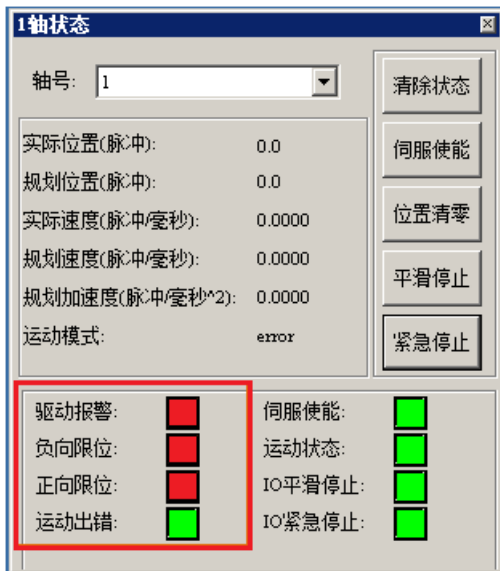
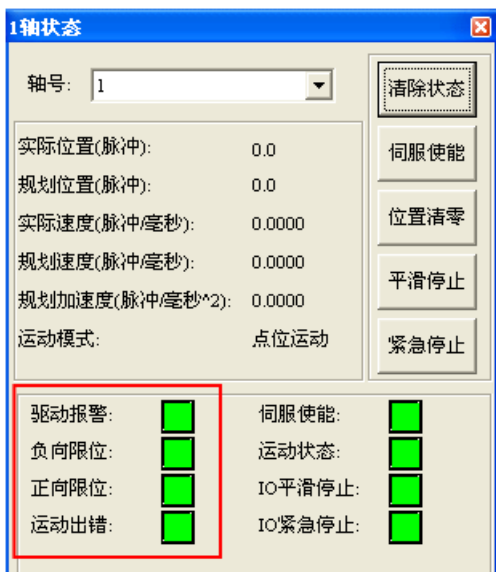

图 4-12 轴状态对话框
图 4-13 轴状态对话框
- (1) 首先，以“4.3.3 ”设置完“脉冲模式”后，写入控制器状态。然后，点击主界面菜单“视图”->“轴状态”，将会弹出状态显示模块对话框。若控制器刚复位完，轴1状态如图4-12所示；若将“4.3.3 ”设置写入了控制器，使报警无效，并点击“伺服使能”，轴1状态如图4-13所示。（注：可以同时启动4个轴状态显示对话框。对话框的“轴号”下拉列表可以选择控制轴号，选择后，对话框的标题将显示对应信息）。
- (2) 图4-12、图4-13轴状态对话框中显示的是当前轴的一些运动参数，从上至下分别为“实际位置”-“规划位置”-“实际速度”-“规划速度”-“规划加速度”。
- (3) 下边的框中状态标志以对应图标的颜色表示不同的状态，绿色代表该标志位没有触发，红色代表该标志位已经触发。